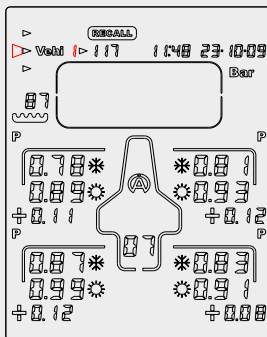

Figura 9
- 2) Con il tasto  o , selezionate l'icona « **Vehi** » (figura 9)
- 3) Con il tasto  o , selezionate il veicolo desiderato (figura 9)